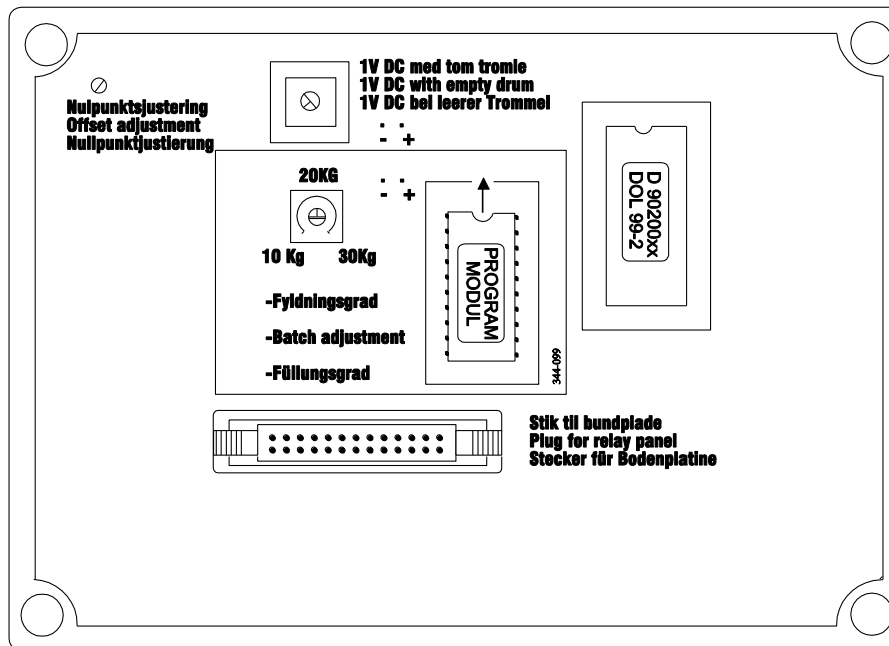

Abb. 7: Rückseite der DOL 99 Frontplatte
Die Menge, die die Waage pro Mal auswiegt, lässt sich justieren. Die Justierung ist auf der Rückseite der Frontplatte angebracht. Siehe Abb. 7.
- 1) Die Justierschraube ist in der Ecke links oben auf der Rückseite der Frontplatte des Steuerkastens angebracht. Siehe Abb. 7.